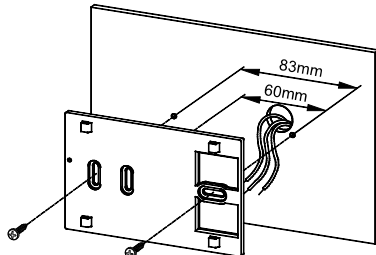
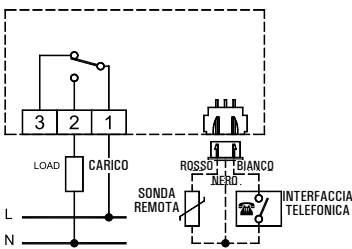

Fig. 2
Fig. 3
- 2 Fissare la piastra direttamente sulla parete o su scatole di derivazione da 2 o 3 moduli tramite le due sedi per viti in interasse 60 mm oppure 85mm facendo attenzione a fare passare i cavi nella feritoia come indicato in Fig. 2.
- 3 Eseguire i collegamenti elettrici facendo passare i fili tramite l'apertura rettangolare della piastra a muro (Fig. 2), seguendo lo schema di collegamento di Fig. 3.